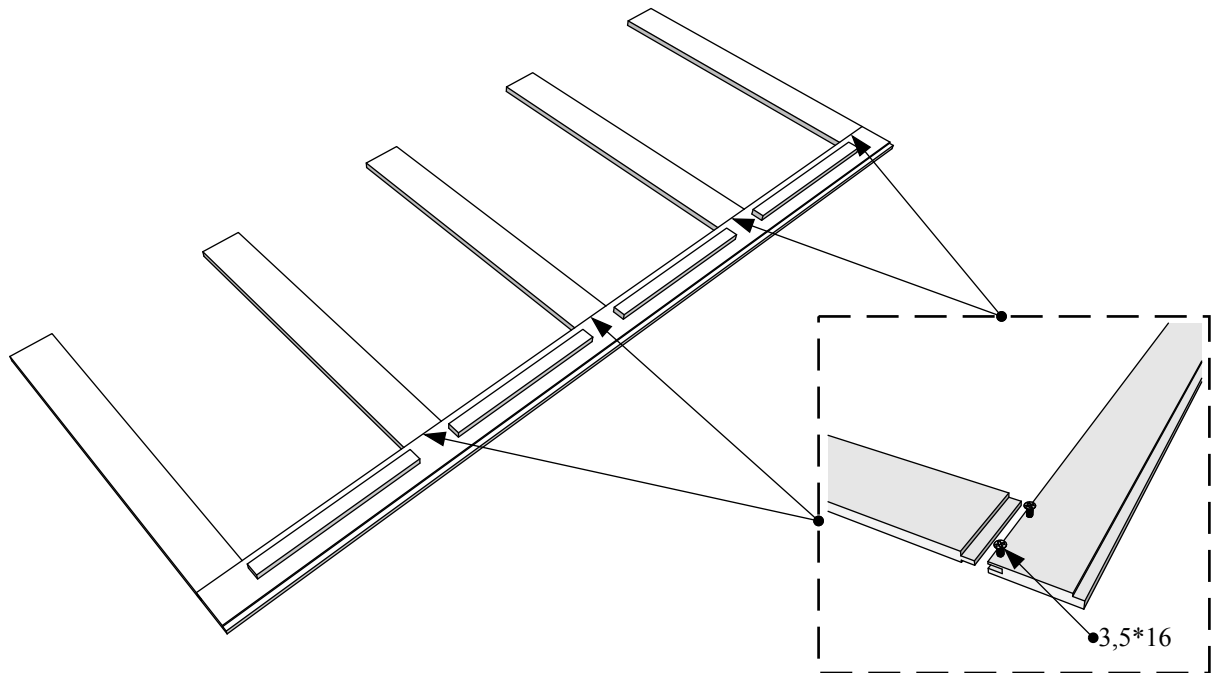

Рисунок 11
4.2 Установить оставшиеся боковые царги (деталь E), контролируя расстояние между ними с помощью выравнивающих элементов под гипсокартон (деталь G). Все боковые царги должны быть параллельны друг другу. Повторить те же операции для второй боковой стойки (Рис.11).